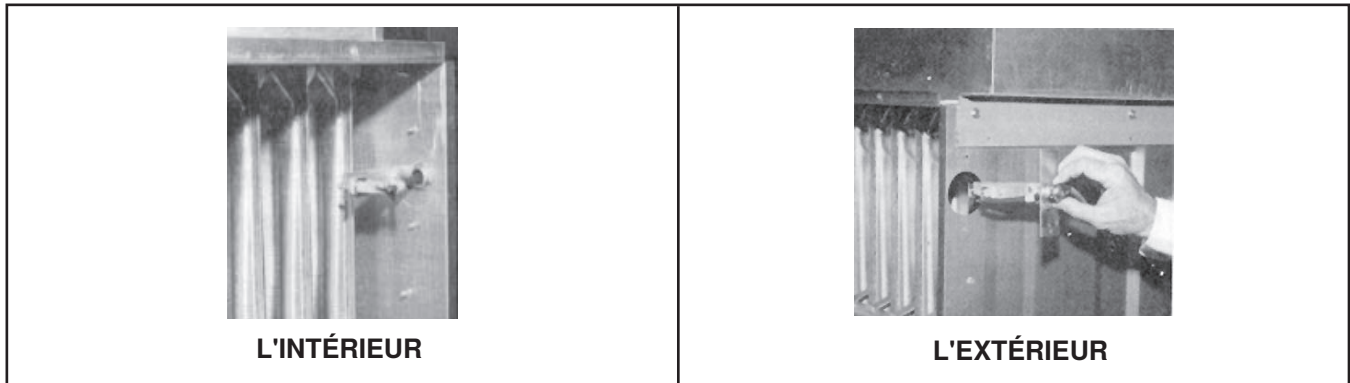

Figure 29. Accès à l'interrupteur de fin de course
- En fonction du montage, l'accès à l'interrupteur de fin de course peut se faire à partir de l'extérieur de l'unité ou à partir de l'intérieur, au moyen du panneau d'accès du conduit de refoulement (voir Figure 29). Quand des unités sont installées côte à côte, le panneau d'accès de service doit être au-dessus ou en dessous des conduits afin de permettre l'entretien de l'interrupteur de fin de course (reportez-vous aux sections Couplage de fours supplémentaires ensemble et Exigences et suggestions pour le branchement et l'installation des conduits).